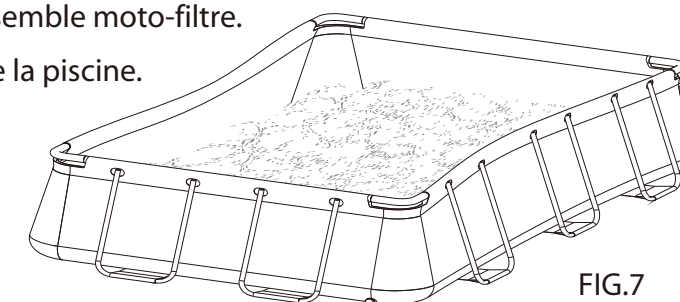

FIG.7
I. Lorsque la moitié remplis d'eau, le cadre supérieur aura tendance à baisser au milieu (voir Fig.7). Il est absolument normal. Continuez à remplir d'eau au niveau optimale, le cadre se restaurera à sa forme normale.